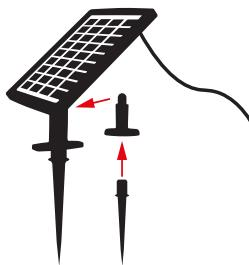

Abb. 2
- Montieren Sie den Erdspieß oder die Wandhalterung am Solarpanel (siehe Abbildung 2).